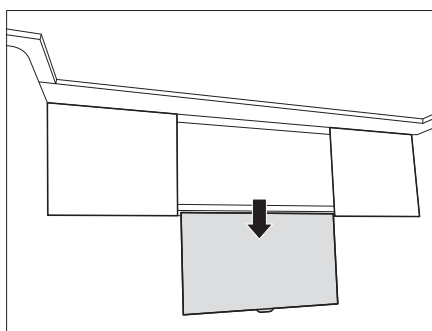

Fig. 143 Schermo piatto in posizione inferiore
- Tirare lo schermo piatto verso il basso afferrando la maniglia (Fig. 143).